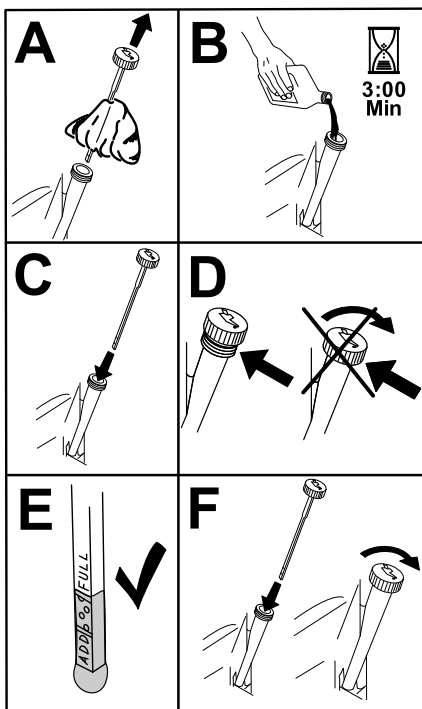

Figure 33
6. Versez lentement environ 80 % de l'huile spécifiée dans le tube de remplissage, puis faites l'appoint lentement pour faire monter le niveau jusqu'au repère maximum (**Full**) (Figure 33).